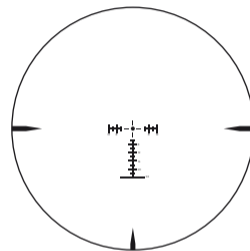

Fig. 3-4
- ① Regardez dans l'oculaire, l'œil placé à environ 4 pouces (10 cm) de celui-ci, pour voir le réticule (Fig. 3-4).